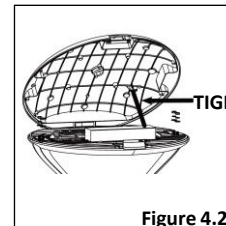

Figure 4.2
- Pivoter la tige et placer la sur le couvercle du boîtier. [Fig 4.2]
- Réglez le sélecteur de CCT et de puissance, si nécessaire, à l'aide du sélecteur [Fig 4.2].